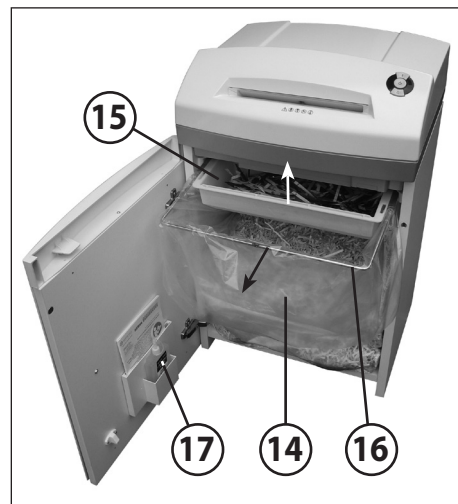

Fig. 4
14 = Saco recolector para papel (Fig. 4)
15 = Recipiente recolector de CD/DVD (Fig. 4)
16 = Bastidor del saco (Fig. 4)
17 = Botellita de aceite (Fig. 4)
PARA PAPEL (Fig. 4):
PARA CD/DVD (Fig. 4):
Abra la puerta. El indicador de control (8) se enciende y el indicador piloto  del pulsador de retroceso (4) así como el indicador de control  (7) **parpadean**. Tome la botellita de aceite (17) (Fig. 4) situada en el soporte de la puerta y vuelva a cerrar la puerta.